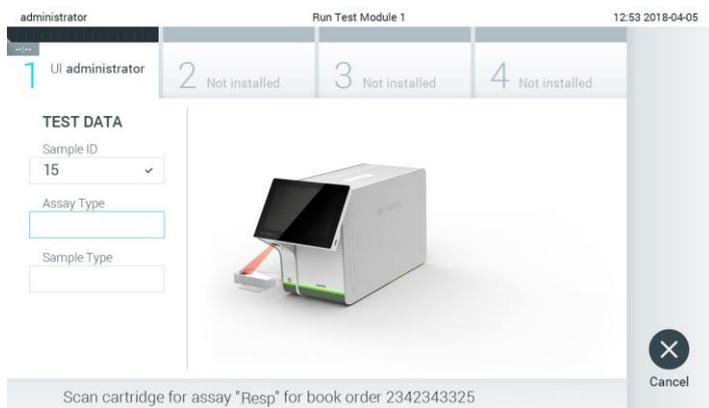

Figura 71. Digitalização do código de barras do cartucho de ensaio QIAstat-Dx.
4. Quando o pedido de teste tiver sido recebido de forma bem-sucedida do anfitrião, é apresentada a mensagem "Scan cartridge for assay <assay\_name> and book order <order\_number>" (Digitalizar cartucho para o ensaio <assay\_name> e pedido de agendamento <order\_number>). Digitalize o código de barras do cartucho de ensaio QIAstat-Dx especificado (Figura 71).